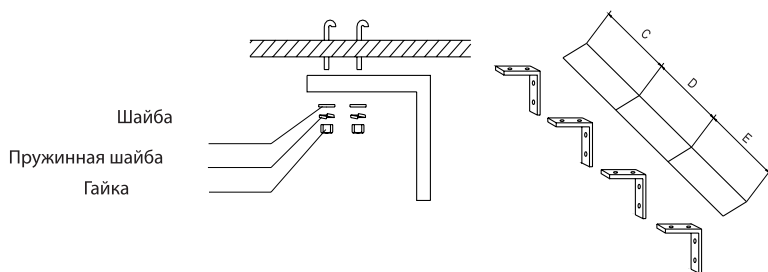

Рис.7 – Крепление завесы к потолку
7.3 Для крепления завесы к потолку используются специально изготовленные кронштейны (приобретаются потребителем) (Рис.7)